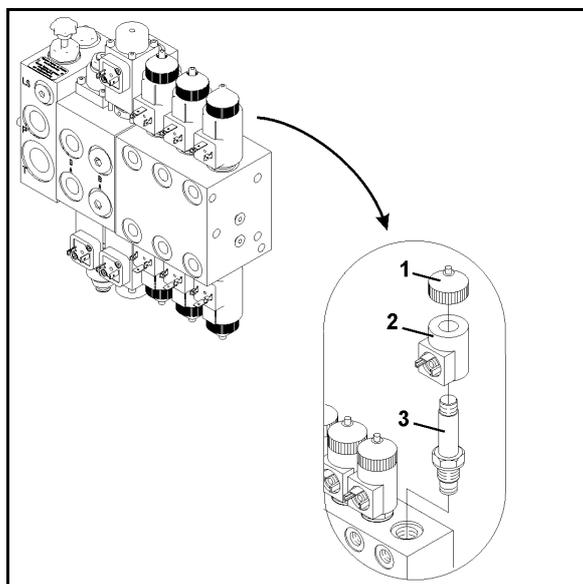

Рис. 88
1. Открутите крышку магнита (Рис. 88/1).
2. Снимите катушку электромагнита (Рис. 88/2).
3. Выкрутите шток клапана (Рис. 88/3) с седлами и почистите сжатым воздухом или гидравлическим маслом.